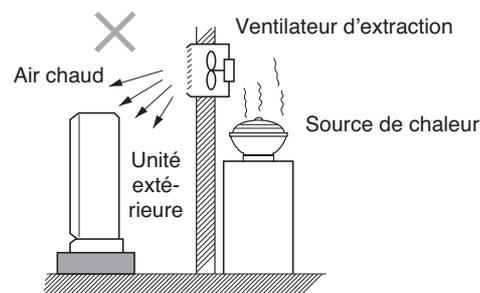

Fig. 2-4
- Les sources de chaleur, les ventilateurs d'extraction, etc. (figure 2-4.)